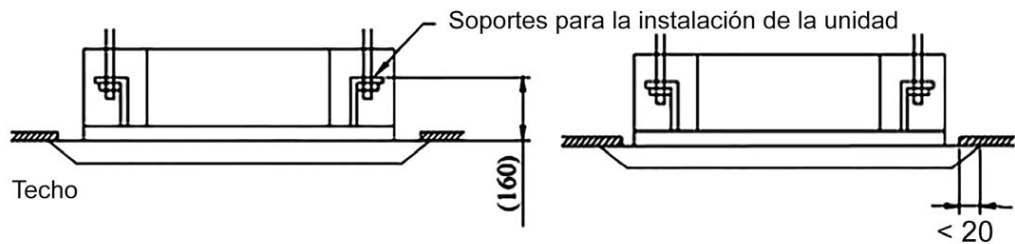

Fig. 2.3
(3) Ajuste la unidad en el lugar de instalación que cumpla con las especificaciones. (vea la Fig. 2.3)